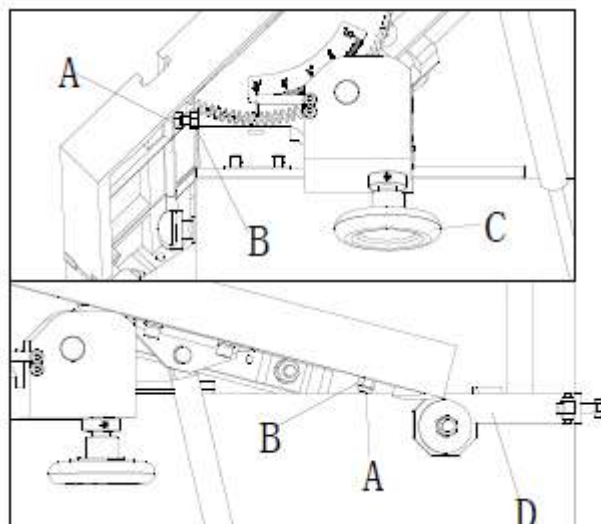

Рис. 15
1. Ослабить рукоятку рабочего стола (С), повернуть опорную плиту (А), установить указатель угла на -45°, затем отрегулировать ограничительный винт (В), так чтобы при -45° он служил упором опорной плите, затем затянуть гайку (В), как показано на рис. 15.
2. Ослабить рукоятку рабочего стола, повернуть опору (D) в горизонтальное положение, повернуть рукоятку (С) наклона стола, установив указатель на 15°, затем отрегулировать ограничительный винт (А) так, чтобы он служил упором на 15°, затем затянуть гайку (В), как показано на рис. 15.